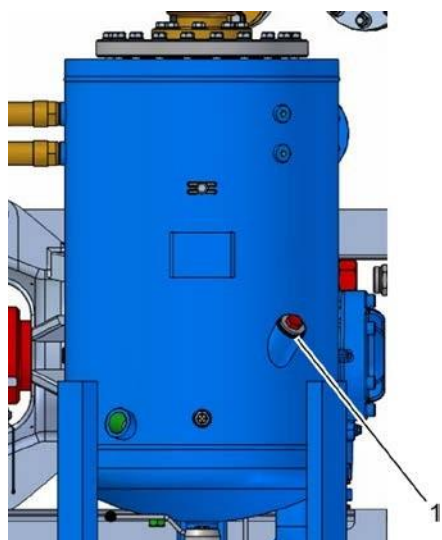

Рис. 38: Резьбовая пробка наливного отверстия (вариант)
5. Отверните резьбовую пробку наливного отверстия (Рис. 37/1 или Рис. 38), извлеките ее и проследите за тем, чтобы не потерялось уплотнительное кольцо.